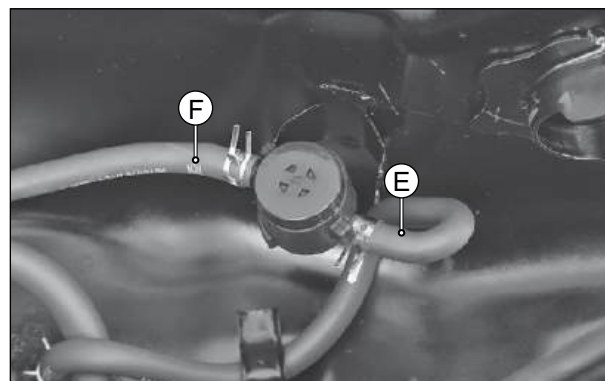

Fig. 4.17
- Desconecte as mangueiras (E e F) da válvula roll over. A seguir, retire a válvula roll over junto com a proteção. (Fig. 4.17)